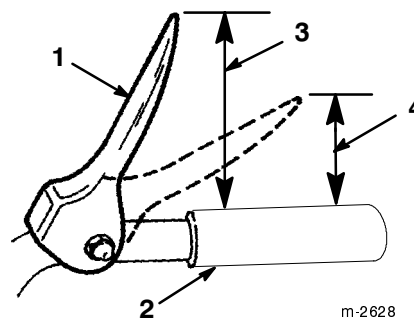

Figure 10
- Réglez la position de l'écrou à embase sur la tige de commande de traction vers le haut ou vers le bas pour que l'extrémité de la manette de commande de traction soit à environ 12,7 cm de la poignée (Fig. 10).
Le réglage est correct si les roues cessent de tourner quand l'extrémité de la manette de commande de traction est à distance de 7,6 à 10,2 cm de la poignée (Fig. 10).